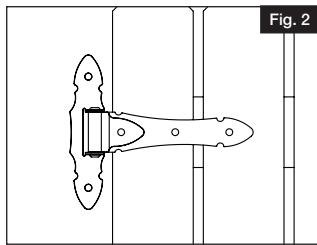

Fig. 2
- Alinee la bisagra con el travesaño de soporte en la parte posterior del portón para que los tornillos entren en el travesaño (Fig. 2).